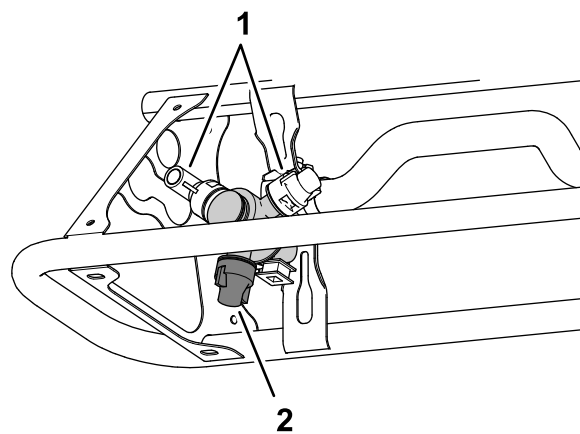

図 40
1. 散布に使用するノズルが選択されているブームから下向きことを確認する 図 40。